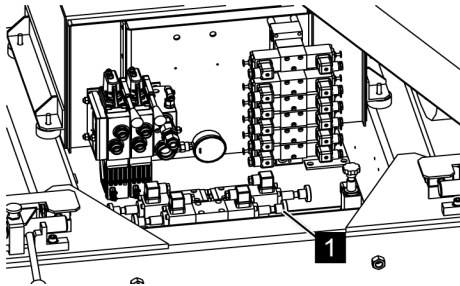

Fig. 136: Vanne à deux voies
8. ➔ Après le mode d'entretien, déverrouiller la vanne à deux voies (Voir la Fig. 136/1).
- S'assurer que pour le mode normal, la vanne à deux voies (Voir la Fig. 136/1) est entièrement déverrouillée.